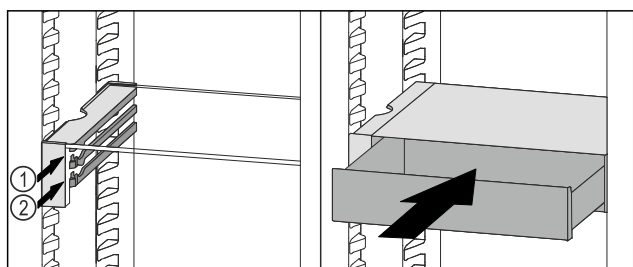

Fig. 205
- Stavite ladicu VarioSafe ukoso iza zaustavljača na željeni žlijeb Fig. 205 (1) ili Fig. 205 (2).